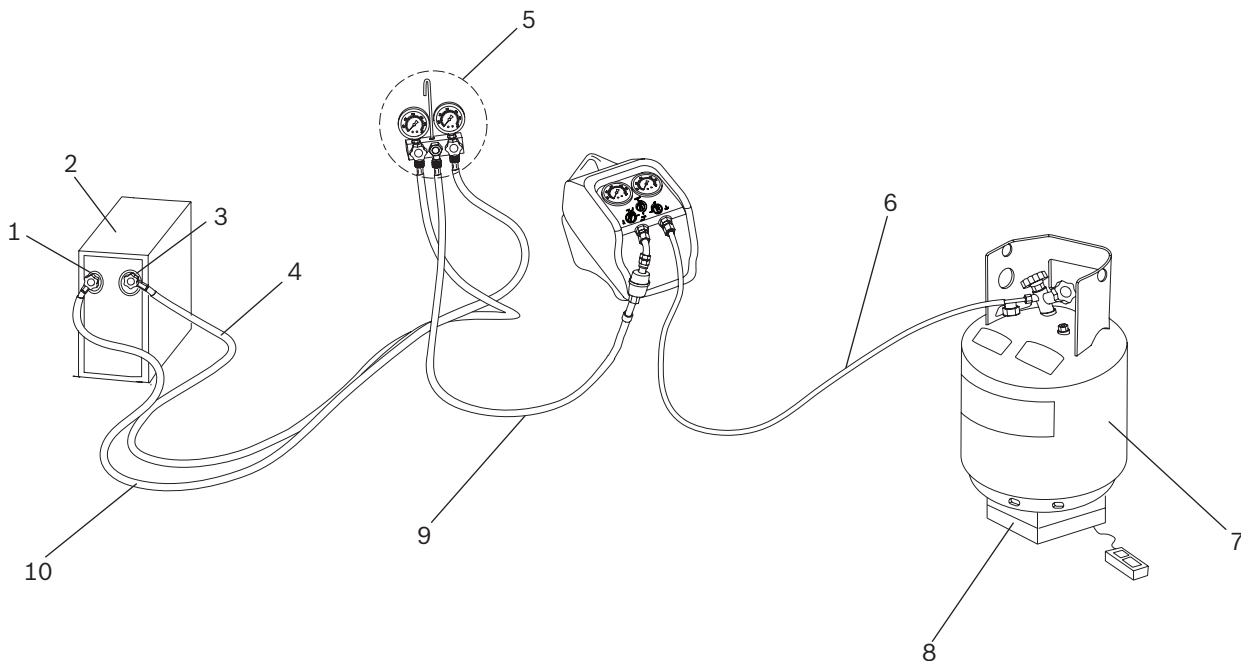

Fig. 3: Recuperación normal
4. Conecte el RG8.0 / RG4.0 al sistema sometido a servicio según la Fig. 3. Siga el orden indicado a continuación. Use solamente las mangueras de refrigerante designadas que cumplan las normas locales. Se recomienda encarecidamente utilizar mangueras con válvulas de cierre manual en un extremo; estas instrucciones están redactadas para tales mangueras.